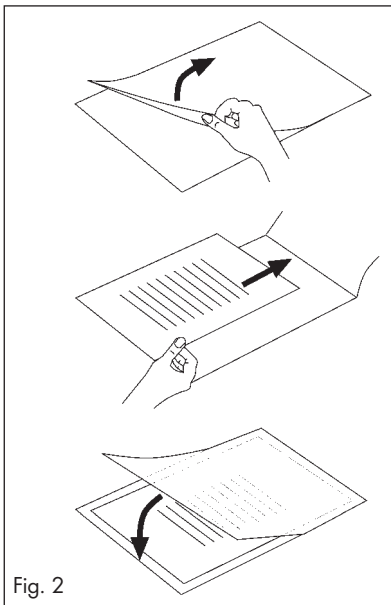

Fig. 2
-  Veillez à utiliser un seul film pour la plastification. Commencez d'abord par l'ouvrir, comme indiqué par exemple sur la fig. 2.